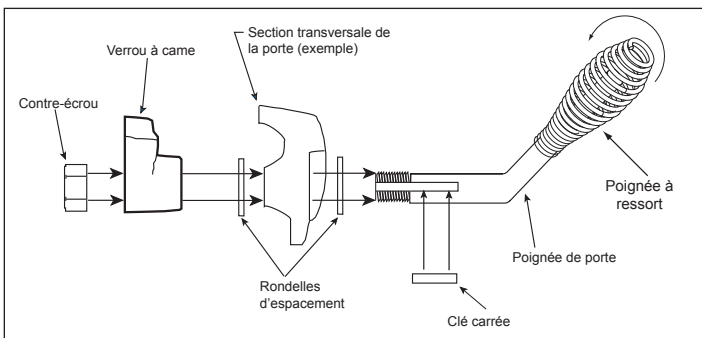

Figure 24.1 - Poignée de porte pour porte voûtée
3. Placez une deuxième rondelle comme illustré à la **Figure 24.1**.